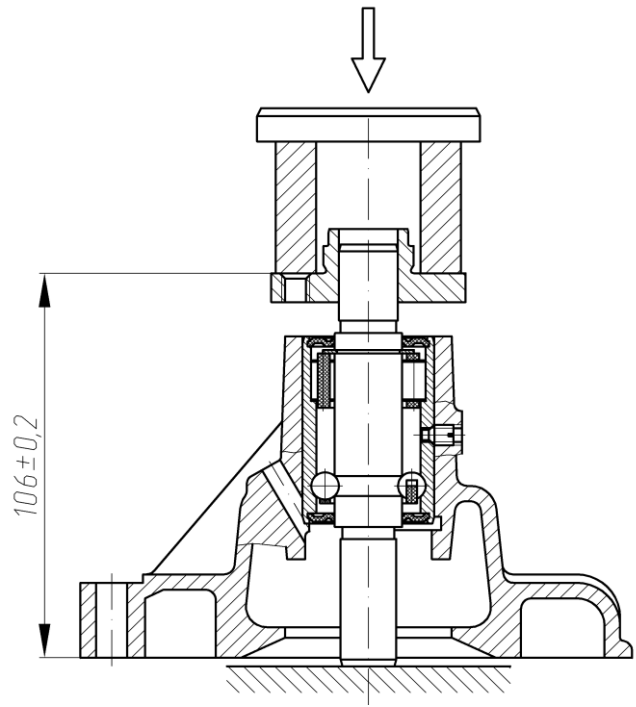

Рис.81. Напрессовка ступицы шкива водяного насоса
- напрессовать на валик подшипника ступицу шкива насоса, выдержав размер $(106,0 \pm 0,2)$ мм (рис.81);